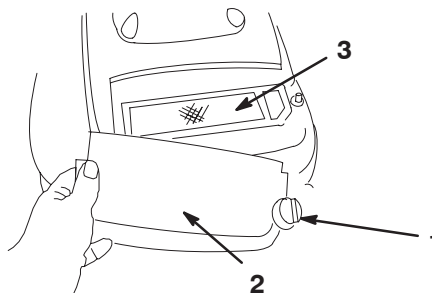

Figure 37
3. Retirez la vis de fixation du couvercle du filtre à air (Fig. 37).
4. Déposez le couvercle et nettoyez-le soigneusement (Fig. 37).
6. Enlevez le préfiltre en mousse et nettoyez-le à l'eau avec un détergent doux. Séchez-le ensuite en le serrant légèrement dans un chiffon (Fig. 37).